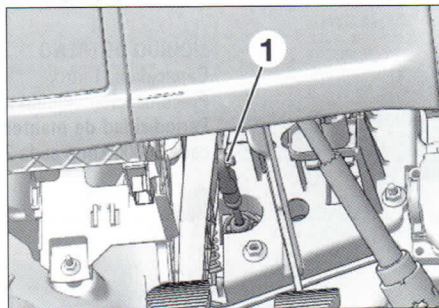

FIG. 1
- la varilla de empuje del mando de embrague (1) (fig. 1).